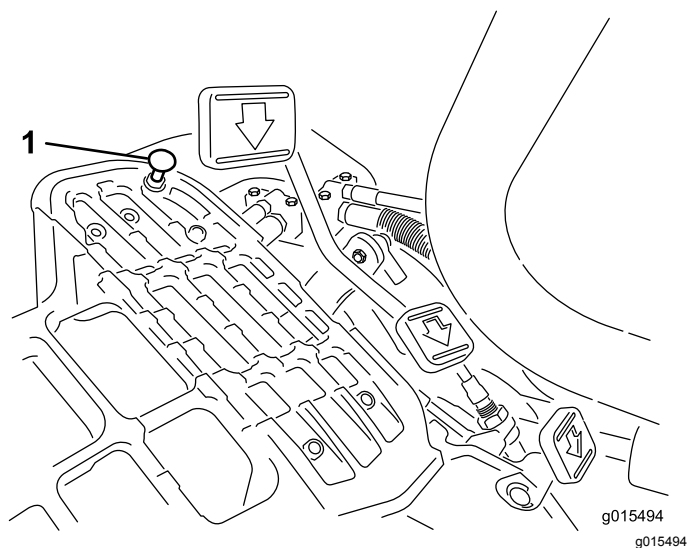

Figura 47
Para obtener la velocidad máxima de transporte, ponga la palanca de control funcional en la posición de TRANSPORTE y pise el pedal de tracción. Si el pedal toca el tope (**Figura 47**) antes de que se note tensión en el cable, ajústelo como se indica a continuación:
1. Ponga la palanca de control funcional en la posición de TRANSPORTE y afloje la contratuerca que fija el tope del pedal a la chapa del suelo (**Figura 47**).